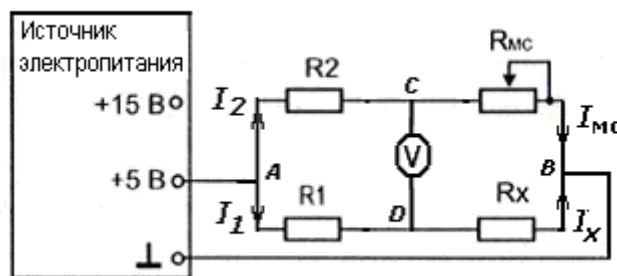

Рис.1.
Принципиальная схема моста для измерения электрического сопротивления приведена на рис. 1. К источнику электропитания подключены параллельно два плеча моста: плечо из последовательно соединенных резисторов R_1 и измеряемого сопротивления R_X , и плечо из R_2 и магазина сопротивлений R_{MC} . Они соединяются так, что образуют замкнутый четырехугольник ACBDA (рис. 1.).
5.2. Для измерения величины R_X с помощью мостовой схемы собрать на наборном поле цепь (рис.1). В качестве вольтметра использовать мультиметр МУ-64 в режиме измерения постоянного напряжения с пределом измерения 20 В. В соответствии со схемой включить в одно из плеч моста (R_{MC}) магазин сопротивлений Р33. Установить все переключатели магазина сопротивлений в нулевое положение. В качестве резисторов R_1 и R_2 использовать минимодули с прецизионными резисторами 3300 Ом (1500 Ом) 0,125 Вт 0,1% и 330 Ом 0,125 Вт (150 Ом 0,25 Вт) 1%. Схему подключить к источнику электропитания на “выход +5В”. Представить схему для проверки преподавателю.